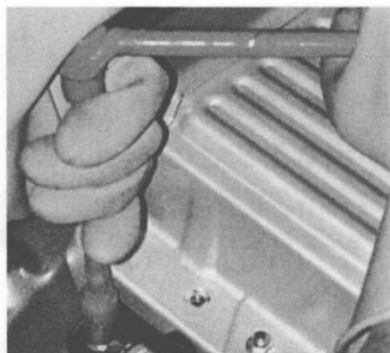
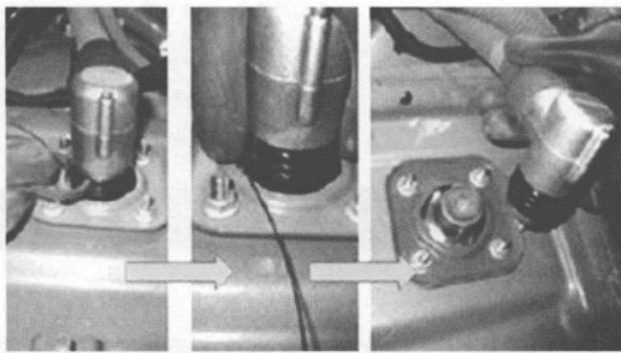

图 1-4 在拆下绝缘盖的情况下触碰高压端子时
图 1-5 拆下的高压端子绝缘示意图
1) 在拆下绝缘盖的情况下触碰高压端子, 如图 1-4 所示: ①戴上绝缘手套, 触碰高压端子前使用检测仪确保电压为 0。②在未戴绝缘手套的情况下, 使用检测仪检查端子可能遭受电击。
2) 绝缘工具: ①拆下或安装螺栓和螺母前, 务必将使用工具绝缘。②如果工具触碰到高压电路的正极或负极端子, 则可能发生短路, 这是非常危险的。
3) 将拆下的高压端子绝缘, 如图 1-5 所示。